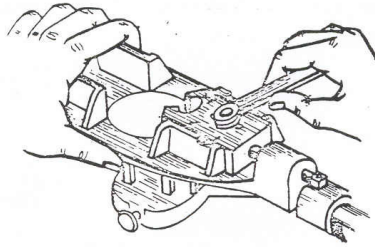

Fig. 10
- b) Monte os cossinetes com a parte escareada para dentro e aperte ligeiramente os parafusos. (fig. 10).